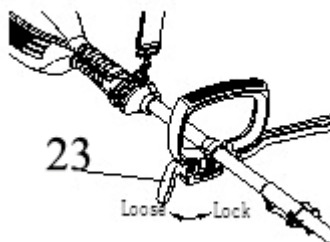

Рис. 5
- Ослабьте фиксатор дополнительной рукоятки (рис.5 поз.23) как показано на рисунке 5.
- Затяните фиксатор дополнительной рукоятки (рис.5 поз.23) как показано на рисунке 5.
ВНИМАНИЕ! В процессе эксплуатации периодически проверяйте затяжку фиксатора дополнительной рукоятки (Рис.5 поз.23), при необходимости подтягивайте.